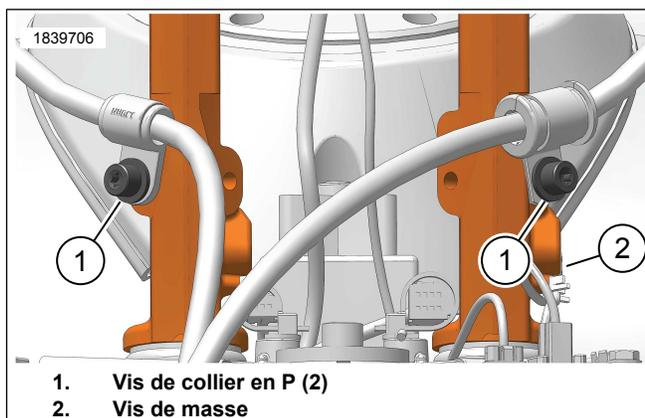
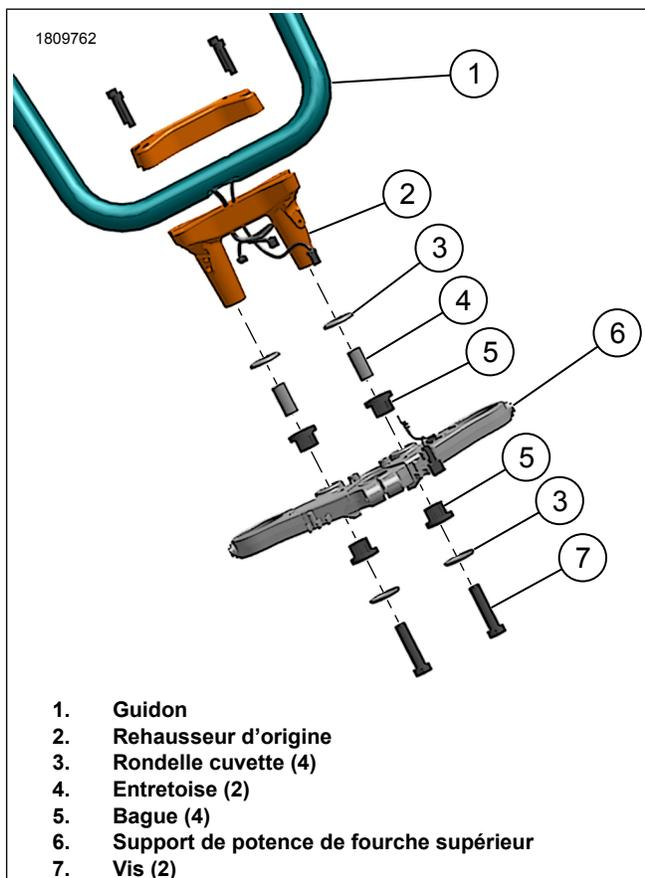

Figure 2. Collier en P et vis de mise à la masse
Figure 3. Rehausseur de guidon d'origine
2. Voir la figure 2. Retirer et conserver les vis.
- a. Vis de collier en P (1)
4. Voir la figure 3. Démontez l'ensemble rehausseur.
- a. Déposer les vis (7).
- b. Retirer le ou les rehausseurs (2).